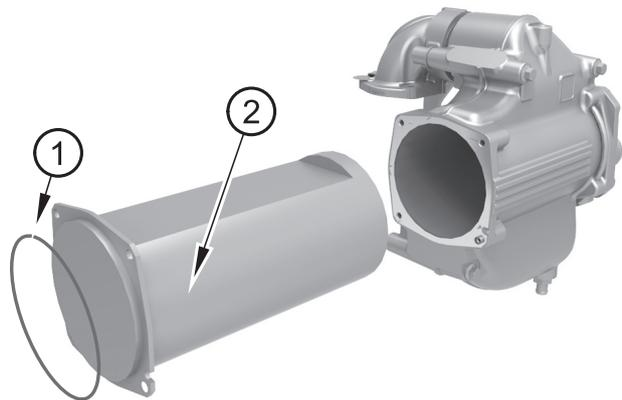

Abbildung 25
- 1. Entfernen Sie die O-Ring-Dichtung (Abbildung 25, Nummer 1) und das Rohrbündel (Nummer 2).